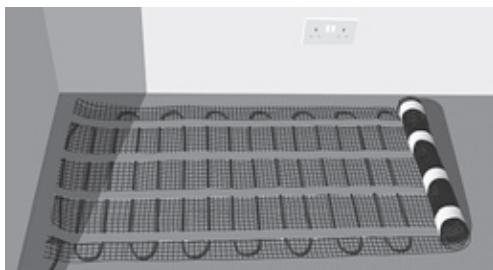
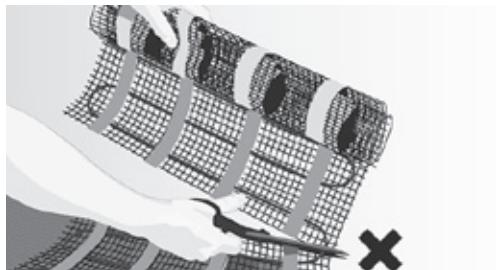
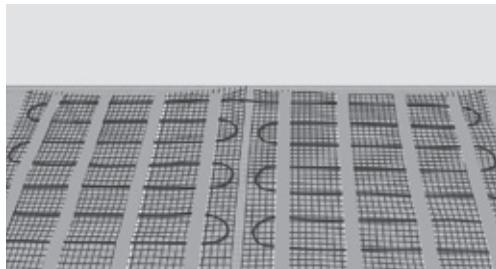

Рис. 4. Раскатывание мата
Рис. 5. Разрезание и разворот мата без повреждения кабеля
Рис. 6. Размещение мата на полу
8. Раскатывайте мат на полу сеткой вверх, пока не дойдете до стены или препятствия (рис. 4). Разрежьте и поверните мат, чтобы продолжить его прокладывание. Не разрезайте кабель (рис. 5). Повторяйте эти действия до тех пор, пока не накроете весь пол (рис. 6).